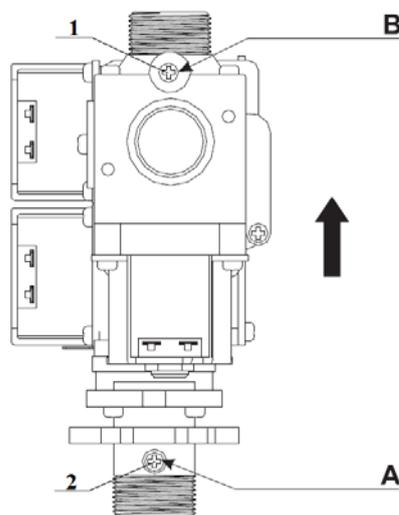

Рис. 2. Газовый клапан
- Отвинтите винт 1 и подключите газовый манометр к штуцеру замера давления газа «В» на выходе из газового клапана (см. рисунок 2);